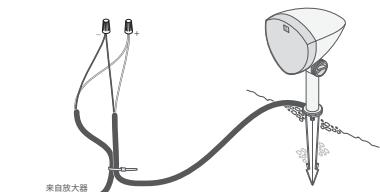

图 9
- 从离放大器最远的扬声器开始,根据下表剥去相应放大器通道的埋地线切割端 3/4 英寸(约1.9厘米)的绝缘层,然后剥去相应扬声器尾纤末端的绝缘层(见图 9)。
- 用扎带将直埋电缆连接到扬声器尾纤(见图 9)。